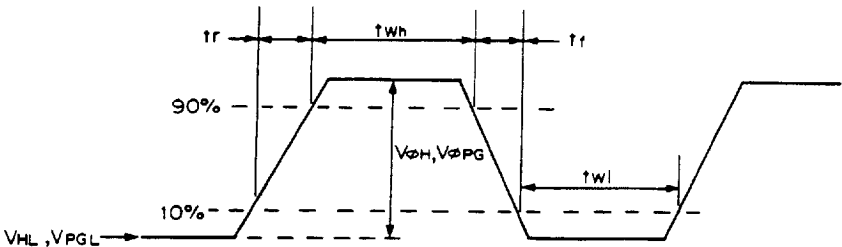

Fig 3
- *3. See Fig. 3.
- *4. See Fig. 3.